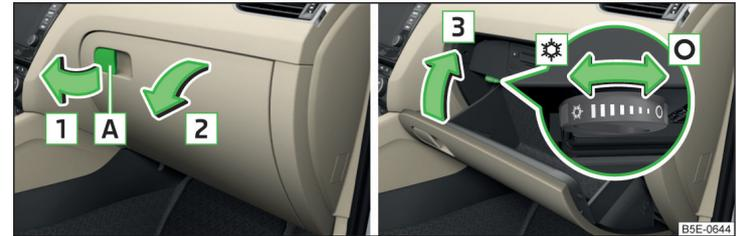

Abb. 87 Ablagefach öffnen / Ablagefach schließen und Luftzufuhr bedienen
- Zum **Öffnen** den Griff **A** in Pfeilrichtung **1** ziehen und den Deckel in Pfeilrichtung **2** klappen » Abb. 87.
- Zum **Öffnen** den Drehschalter bis zum Anschlag in die Position **☼** drehen » Abb. 87.